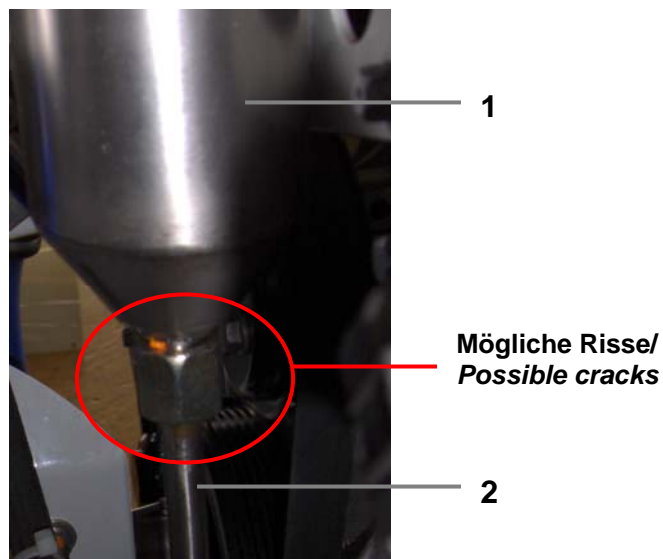

Bild 2/ Figure 2
- c. Die Rücklaufleitung vom Ölabscheider lösen. Siehe Bild 2.
- c. Detach the oil return line from the oil separator. Refer to figure 2.